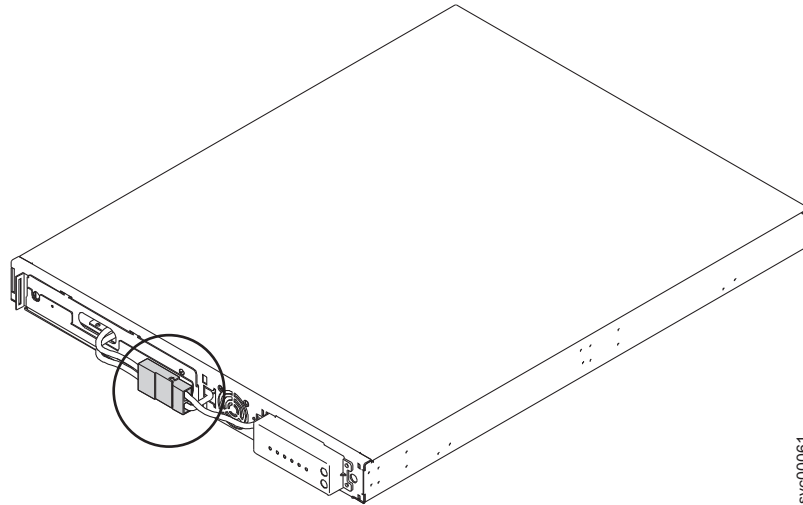

图 15. 2145 UPS-1U 内部电池接口
5. 连接内部电池接口（如第 21 页的图 15 所示）。有槽口的接口每一端都具有两根连线：一根为红色 (+)，另一根为黑色 (-)。对齐接口，以使两根红线连接在一起，且两根黑线也连接在一起。